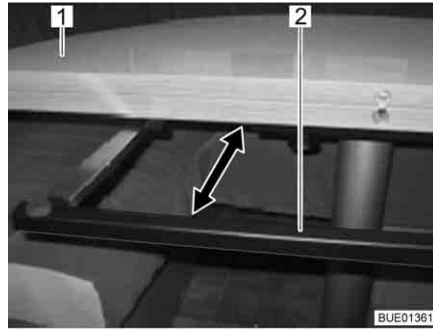

Fig. 112 Staffa di supporto
- Estrarre la staffa di sostegno (Fig. 112,2) fino all'arresto al di sotto del piano del tavolo (Fig. 112,1).